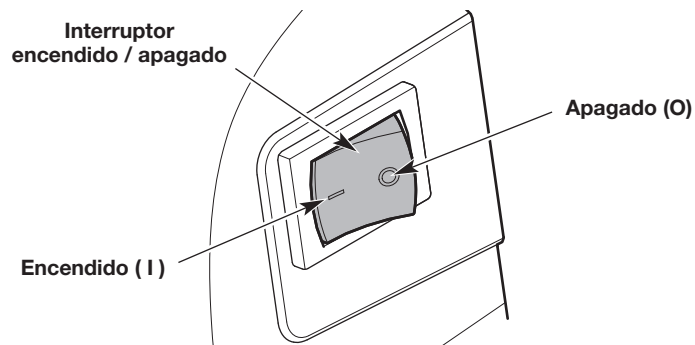

Fig. 8
NOTA: No es necesario encender la unidad. El interruptor de encendido/apagado está en la posición **Encendido (I)** en todo momento (Fig. 8).
2. Oprima y mantenga apretado el interruptor de encendido/apagado en la posición **Apagado (O)** hasta que el motor se pare por completo (Fig. 8).